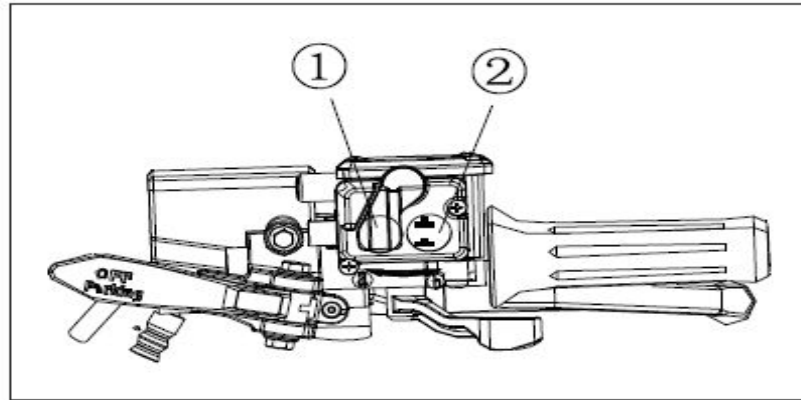

Рис.1 Флажок ① в положении **а**
Переключатель "2WD" (2 ведущих колеса) / "4WD" (4 ведущих колеса) Рис.1 поз.②